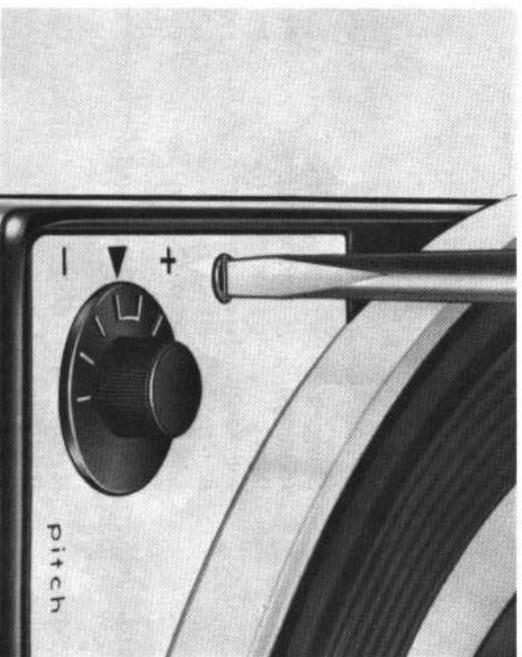

Fig. 26
1. Drehzahl 33 1/3 U/min am Gerät einstellen und Tonhöhenabstimm-Drehknopf (2) in die Mitte des Nullbereiches drehen.
2. Mit passendem Schraubendreher Regulierschraube (1) drehen, bis die Strichteilung der Stroboskopscheibe stehen bleibt (Fig. 26). Strichmarkierung läuft entgegen dem Uhrzeigersinn, Eichschraube im Uhrzeigersinn drehen. Strichmarkierung läuft im Uhrzeigersinn, Eichschraube entgegen dem Uhrzeigersinn drehen.
1. Set the speed control at 33 1/3 and the pitch control knob (2) to the middle of the zero area.
2. Using a normal screw driver turn adjustment screw (1) until the stroboscope disc markings remain stationary (Fig. 26). If the markings run counterclockwise turn adjustment screw clockwise. If the markings run clockwise turn adjustment screw counterclockwise.